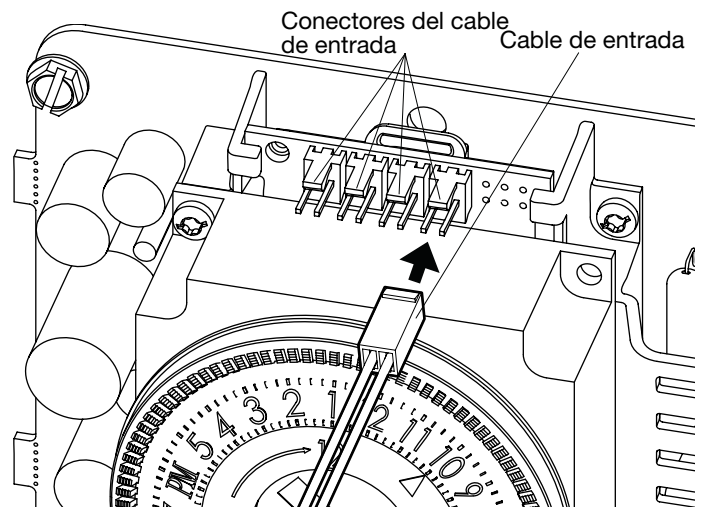

FIG. 6 Conectar el cable de entrada
- Conecte el cable de entrada al módulo ICUBE™ como se muestra en la FIG. 6. El cable de entrada se puede conectar en cualquiera de los cuatro conectores del módulo ICUBE™.